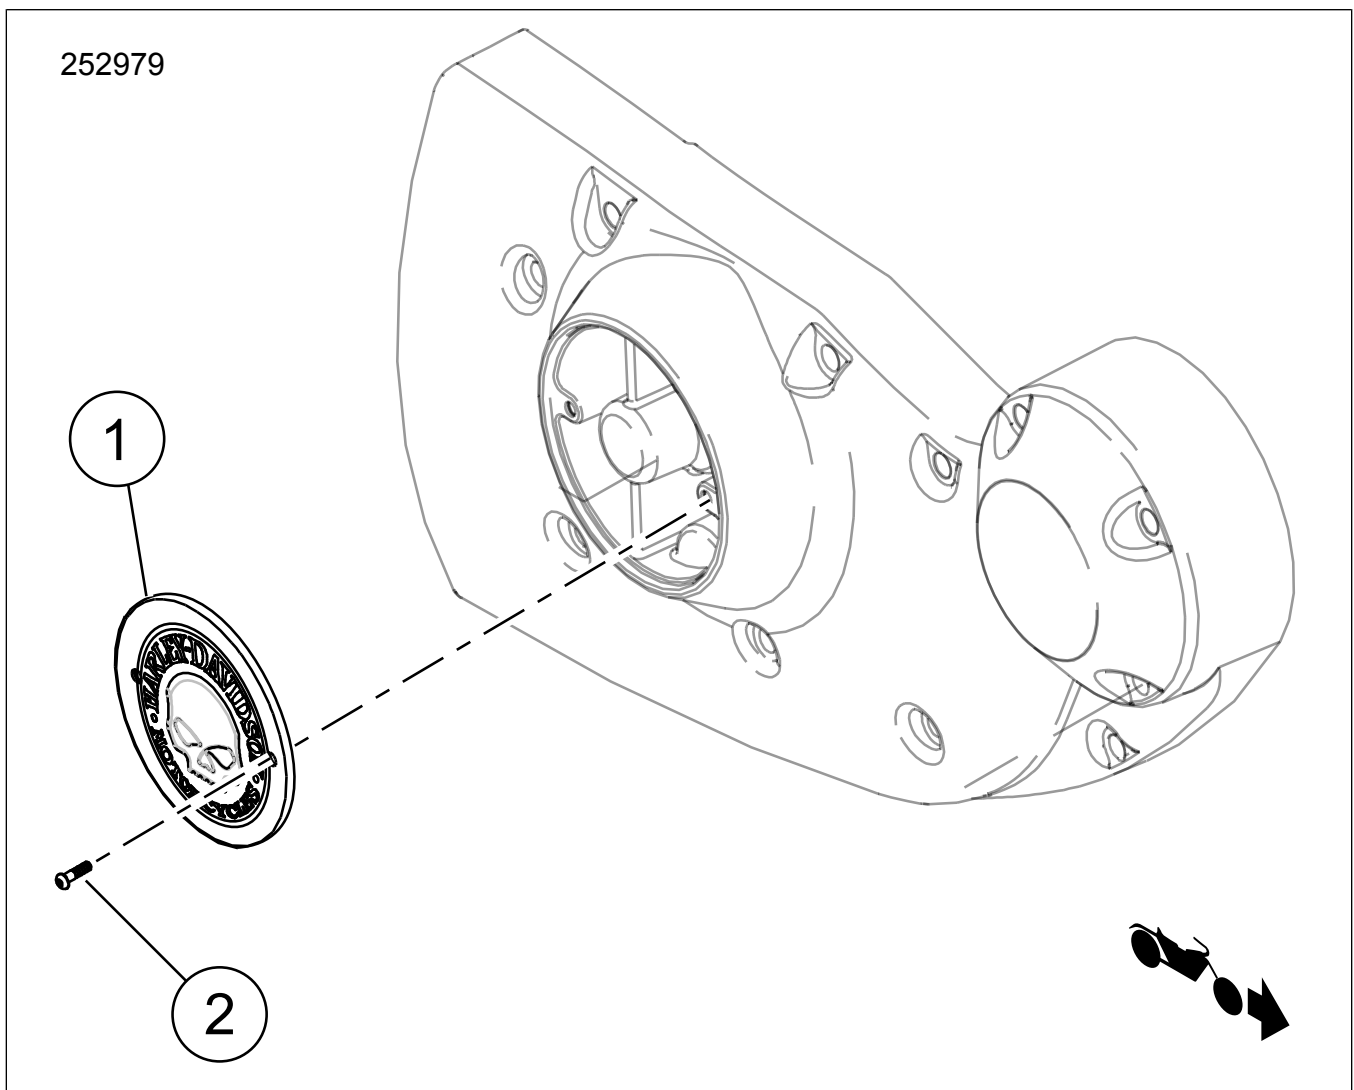

Figure 1. Contenu du kit : Composants du carter de distribution
- Consultez Figure 1 . Retirez les Équipement d'origine (OE) vis et le carter de distribution et jetez-les.